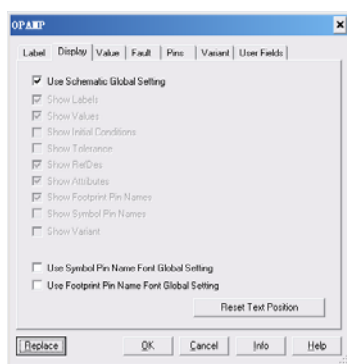

图 4-20 元器件识别信息设置对话框
2) 为已放置的元器件设置显示识别信息：在元器件上双击，或者选中元器件后单击“Edit”→“Properties”命令，系统弹出元器件的属性对话框；选择“Display”选项卡，如图 4-20 所示。默认状态下为选中“User Schematic Global Setting”复选框，元器件按照预先指定的电路设置显示识别信息（图中灰色区域选项）；若取消对此复选框的选取，图 4-20 中灰色区域变为有效，选中需要显示的元器件信息项，单击“OK”按钮保存设置，元器件将按用户指定的模式显示其识别信息。